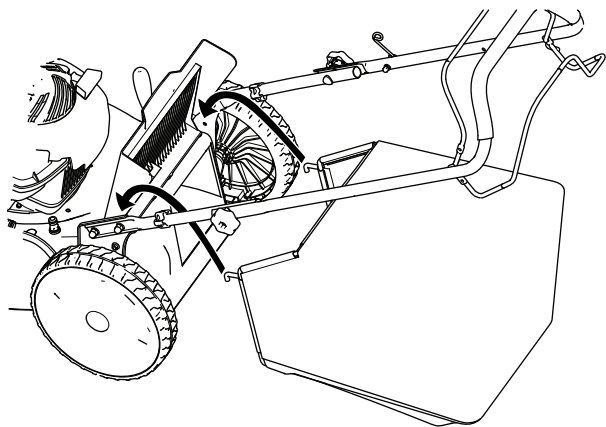

Figura 18
3. Instale la bolsa de recogida, asegurándose de que los pasadores de la bolsa descansan en las muescas del manillar (Figura 18).
1. Levante y sujete la tapa trasera (Figura 18).